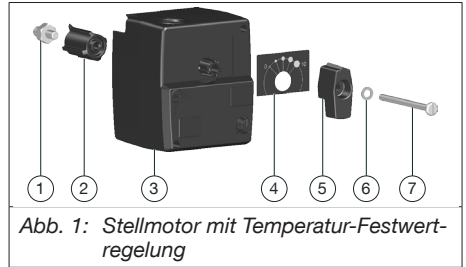
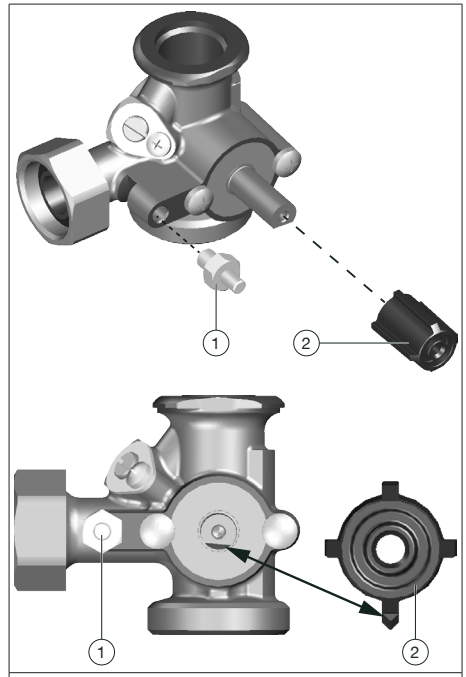

Abb. 1: Stellmotor mit Temperatur-Festwertregelung
Abb. 3: Ausrichtung
1. Kontrollieren Sie die Ausrichtung des Mischerkükens. Die abgeflachte Seite des Mischerkükens muss nach unten zeigen und waagrecht ausgerichtet sein (siehe Abb. 3 auf Seite 9). Das Kükens versperrt in dieser Position den Vorlaufstrang.
2. Setzen Sie den beiliegenden Adapter (Position 2 in Abb. 1 auf Seite 7) auf das Mischerkükens. Achten Sie darauf, dass der spitz zulaufende Steg des Adapters nach unten zeigt (siehe Abb. 3 auf Seite 9).
3. Verschrauben Sie die Verdrehsicherung (Position 1 in Abb. 1 auf Seite 7) fest am Mischergehäuse (siehe Abb. 3 auf Seite 9).